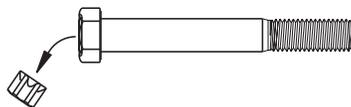

Figura 6: Separación de la cabeza Torx del tornillo de cabeza desprendible
7. Utilice un dado E20 Torx® para **apretar** el tornillo de cabeza desprendible hasta que la cabeza Torx del tornillo se desprenda, como se muestra en la Figura 6.